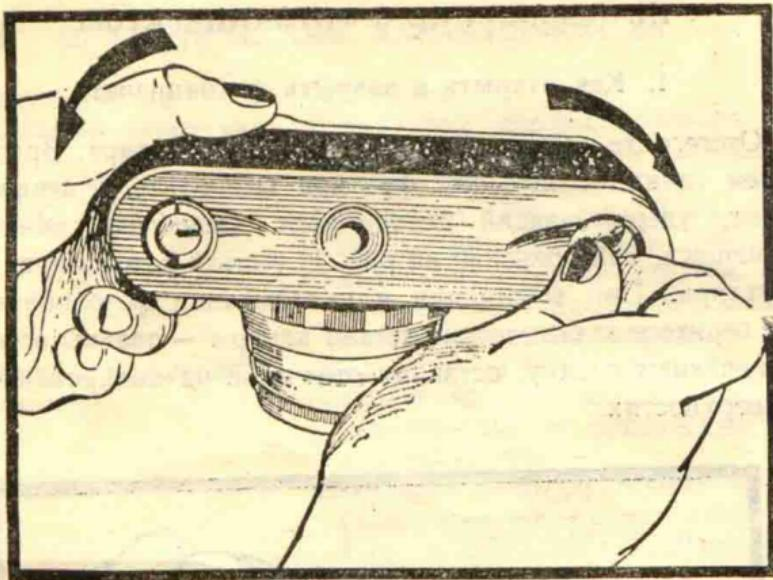
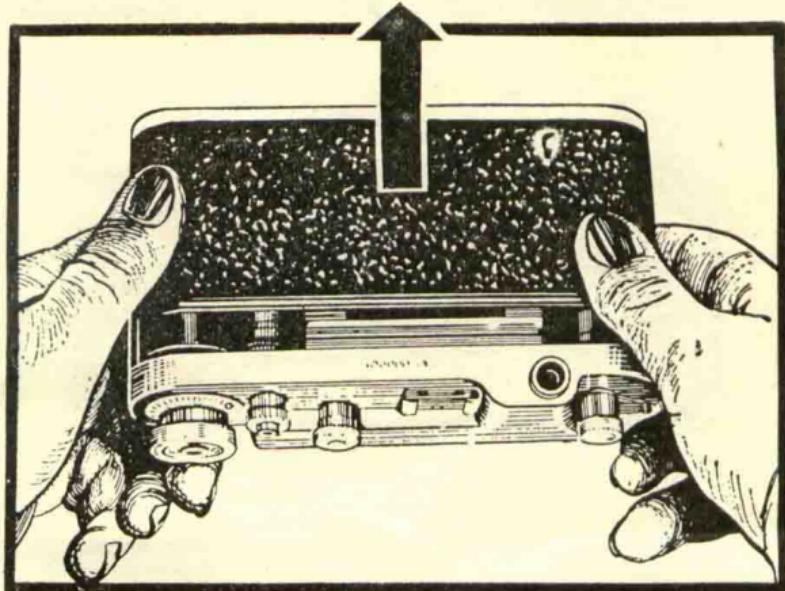
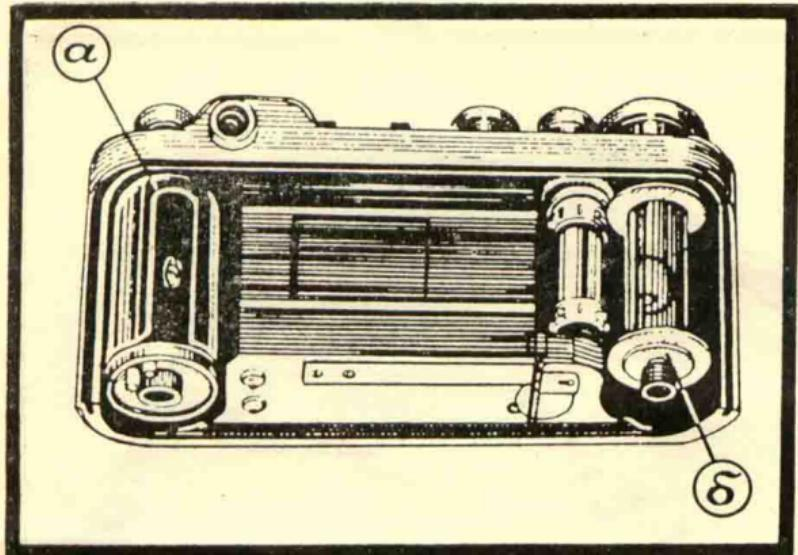

Рис. 2.
Рис. 3.
Рис. 4.
Пов'рнув апарат, поднимите ногтем дужки замков и поверните их на пол-оборота до упора, как показано на рис. 2. Нажимая большими пальцами, сдвиньте заднюю крышку (24), так чтобы ее край вышел из паза корпуса и снимите ее (рис. 3). Открытая камера показана на рис. 4.